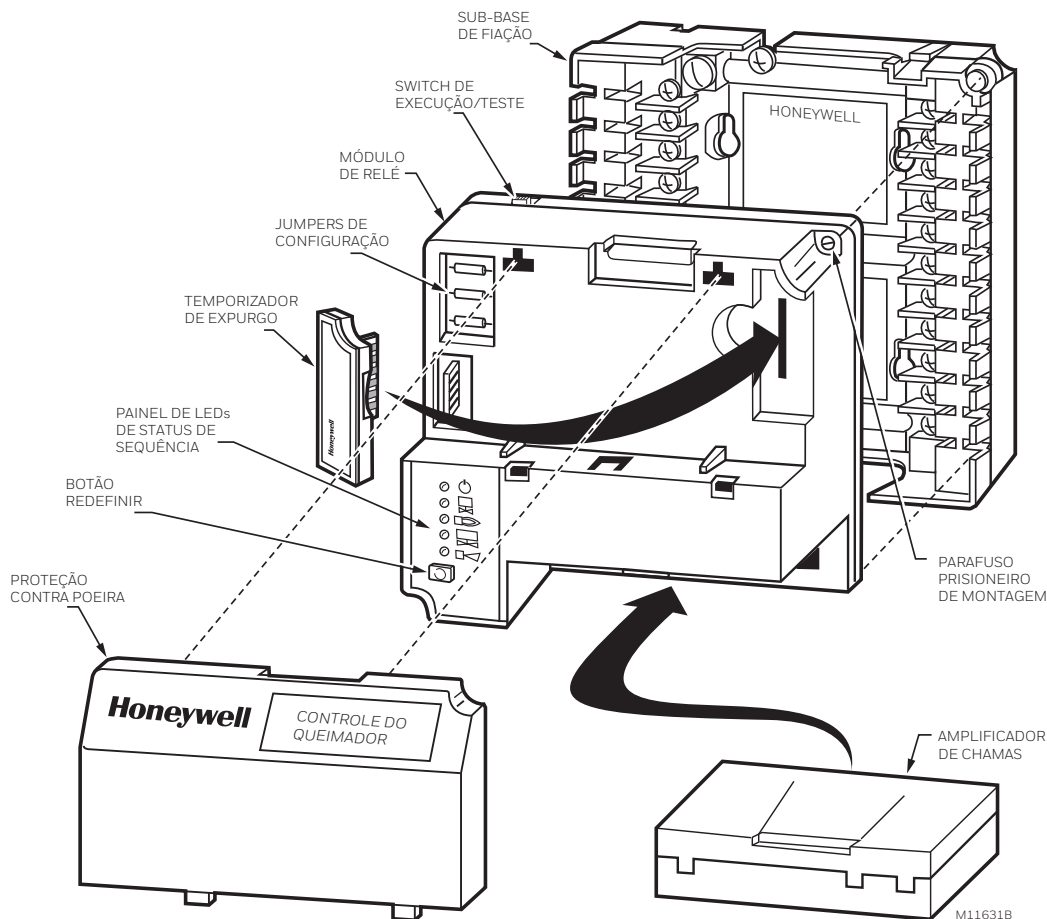

Fig. 4. Visão explodida do módulo de relé série 7800.
5. Monte outros componentes necessários e opcionais do sistema consultando a Fig. 4 e as instruções fornecidas com cada componente.